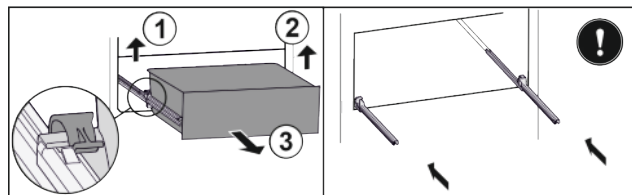

Fig. 37\*
- ▶ Отсоедините выдвижной ящик слева Fig. 37 (1).\*
- ▶ Отсоедините справа Fig. 37 (2).\*
- ▶ Извлеките движением вперед Fig. 37 (3).\*